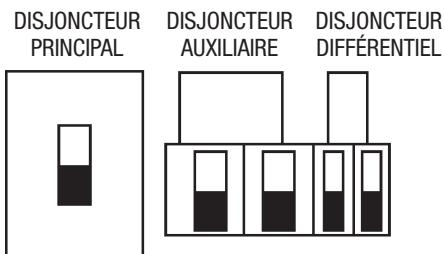

Figure 39. Disjoncteurs (Arrêt)
1. Placer les disjoncteurs **principal, G.F.C.I. et aux.** (Figure 39) dans la position d'arrêt **OFF** avant de démarrer le moteur.